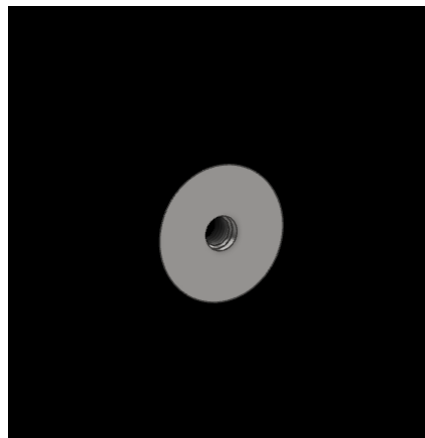
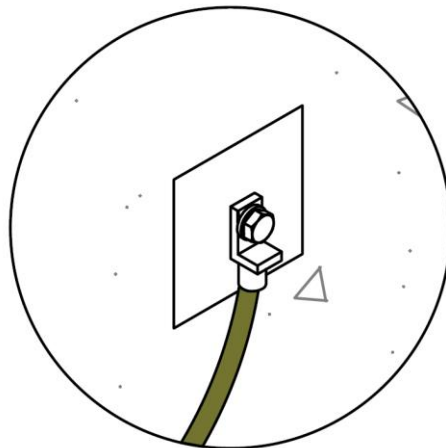

Figura 1 Punto de parqueo de tierra
Figura 7 Terminal de tierra conectado a parqueo de tierra de la envoltura
Esta se identifica siendo una platina de acero inoxidable con una rosca como se muestra en la figura 1, esta se encuentra una en dos costados de la envolvente equidistantes
La cimentación debe contar con una cola o punto de conexión como la figura 1 o 2.
- Atornillado de terminales tipo ojo a los elementos con terminación como en la figura 1 y su conexionado debe verse como la figura 7